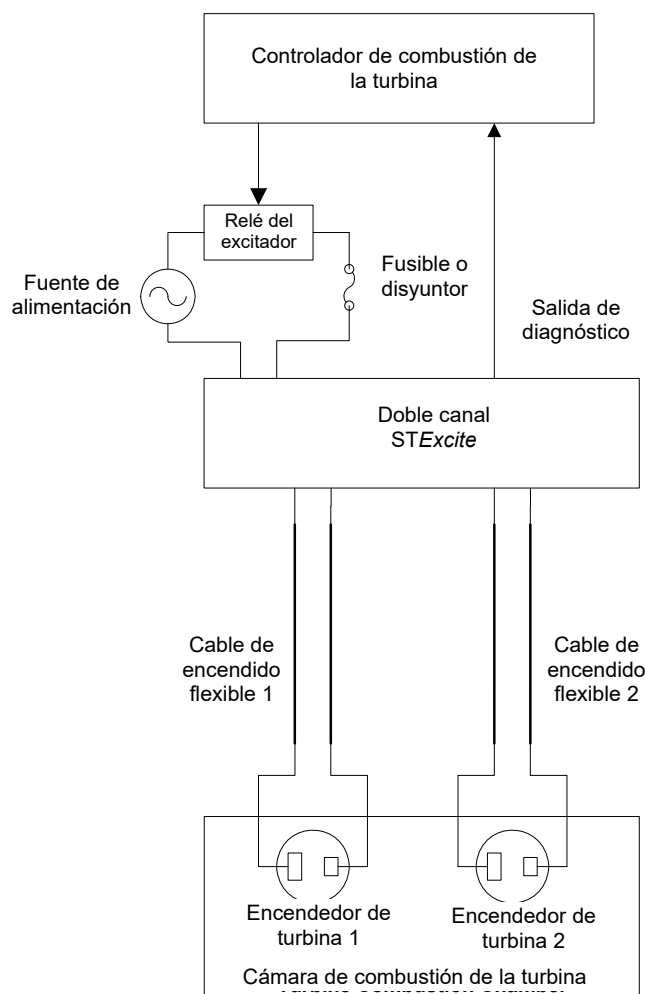

Figura 1-1. Sistema de encendido de turbina
La Figura 1-1 ilustra un sistema de encendido de turbina típico. La caja de excitación de doble canal es la interfaz entre un controlador inteligente de combustión de turbina y dos encendedores de turbina en la cámara de combustión. El excitador convierte la energía eléctrica en forma de 115 o 230 V (CA) en un pulso de ignición de alta corriente. La caja de excitación de doble canal se conecta a los encendedores de la turbina a través de cables flexibles de alto voltaje. El excitador de doble canal es un dispositivo “normalmente encendido” que emite impulsos de ignición siempre que se aplica alimentación de entrada a través de un relé de excitador externo. El estado “ON” u “OFF” del relé del excitador es controlado por el controlador de combustión de la turbina.